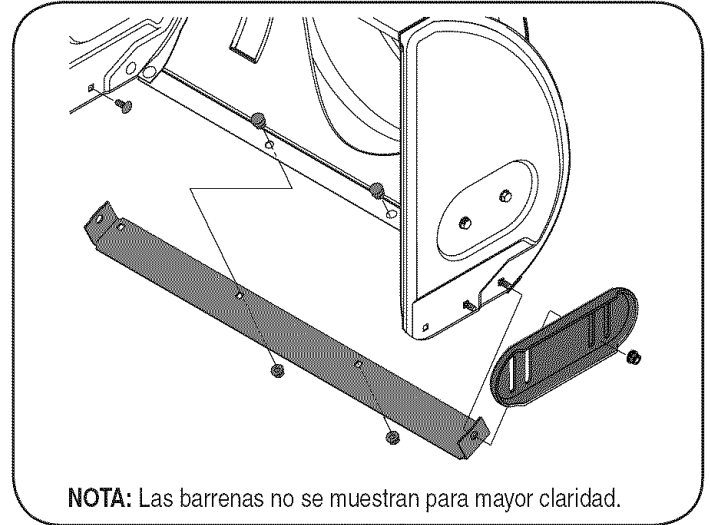

Figura 16
2. Monte las nuevas zapatas antideslizantes con cuatro pernos de carro (dos en cada lado) y las tuercas de brida hexagonales. Consulte la figura 16.